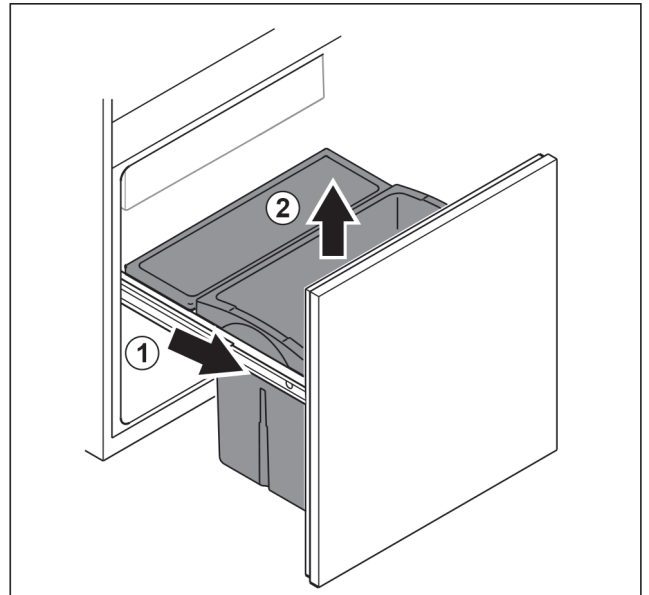

Fig. 105
- ▶ Estrarre il carrello estraibile fino all'arresto. Fig. 105 (1)
- ▶ Rimuovere il cassetto estraendolo verso l'alto. Fig. 105 (2)